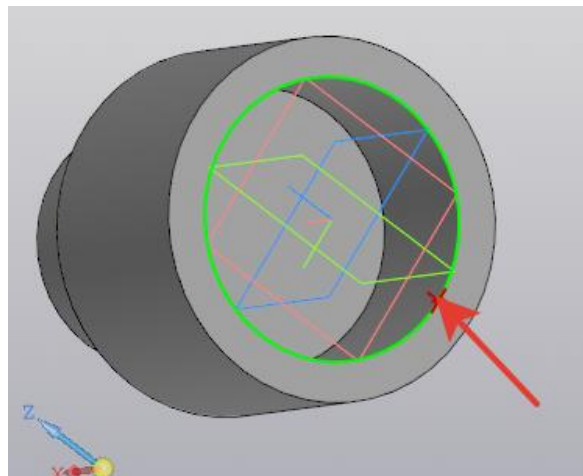

Рисунок 119.
10. Переверните деталь перед собой вырезом **D3**. Выделите внутреннюю окружность (рисунок 119).